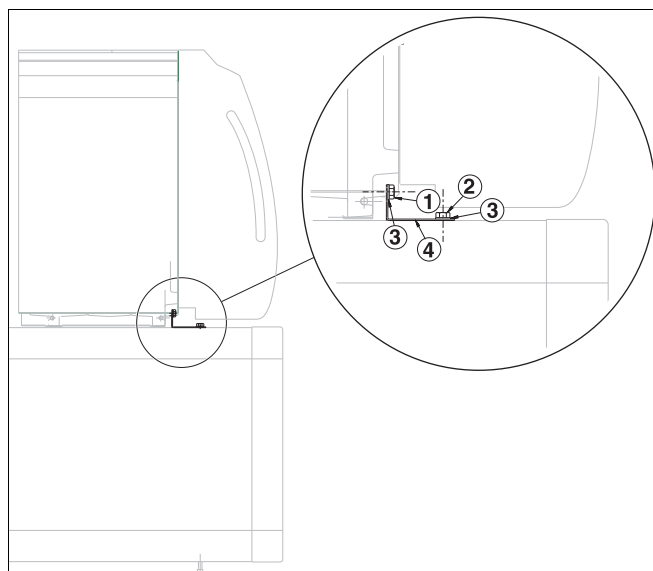

Рис. 7 Монтаж отопительного котла на бак-водонагревателе
- Выровняйте отопительный котел таким образом, чтобы отверстия в крепежном уголке совпали с отверстиями для крепления в бак-водонагревателе (рис. 7).
- Закрепите крепежный уголок (рис. 7, **поз. 4**) болтом M10 x 30 (рис. 7, **поз. 2 и 3**) к бак-водонагревателю.
- Затяните болт M10 x 55 (рис. 7, **поз. 1**) на крепежном-уголке (рис. 7, **поз. 4**).